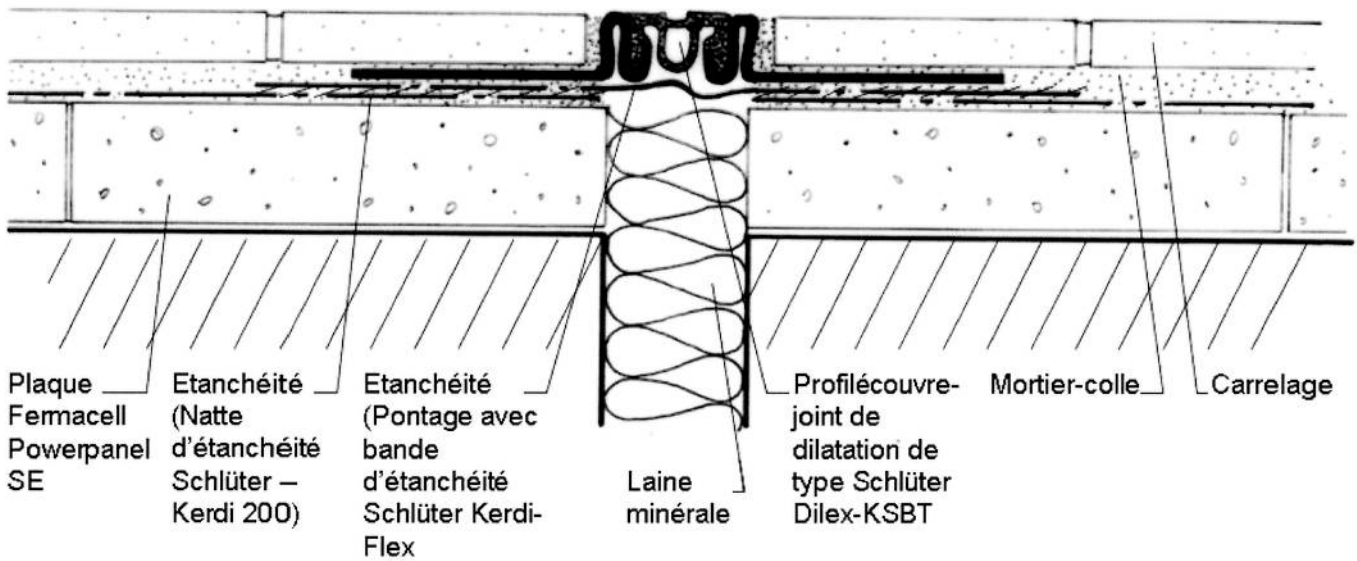

Figure 3 - Traitement d'un joint de dilatation - locaux P3 E3
- traitement d'un joint de dilatation (figure 3).